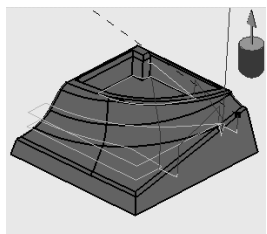

图 2-43 “Contour only” 示意图
- “Contour only”: 只进行零件外部轮廓加工, 如图 2-43 所示。